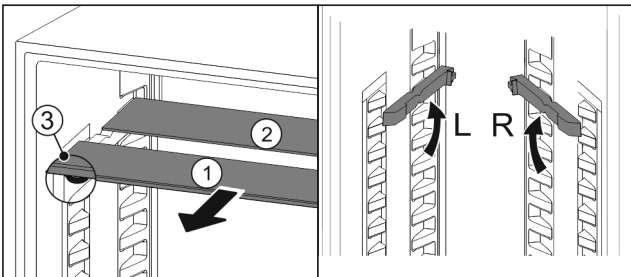

Fig. 59
- ▶ Tablare einzeln nach vorne herausziehen Fig. 59 (1).
- ▷ Tablar Fig. 59 (1) mit Zierleiste liegt vorne.
- ▷ Stopps Fig. 59 (3) zeigen nach unten.